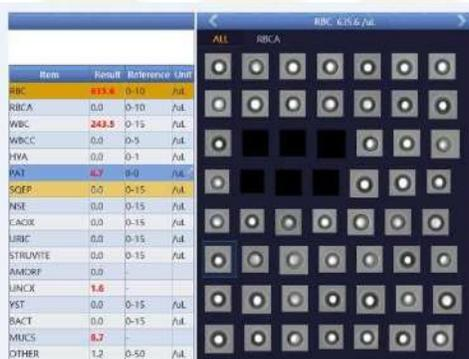

Figura 5-22 Clasificar en "Impurezas"
- Clasificación: Clasificar en "CAST": Haga doble clic izquierdo sobre el elemento para seleccionar el elemento que se va a auditar. El diagrama de celdas se muestra en el área derecha. Haga clic izquierdo sobre "CAST", que se convertirá en una barra de unidad azul con una flecha cuando se seleccione. Haga clic derecho sobre él para clasificarlo. En el proceso de clasificación, los resultados de cada elemento se calcularán y actualizarán automáticamente. (Figura 5-22)